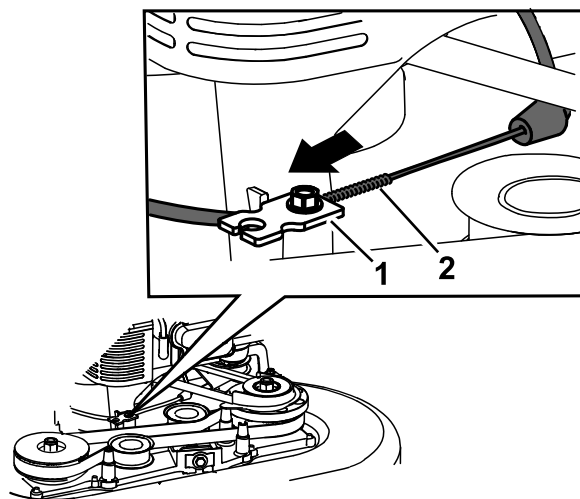

Figure 48
6. Tirez sur la gaine du câble pour supprimer le mou (Figure 48).